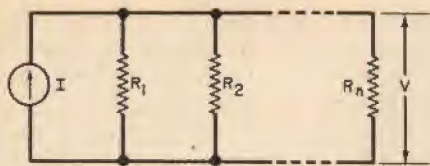

Fig. 13
B) Resistori in parallelo - Consideriamo n resistori collegati in parallelo (fig. 13). Applicando la legge di Kirchhoff per la corrente, abbiamo: $I = V(1/R_1 + 1/R_2 + \dots + 1/R_n) = V(G_1 + G_2 + \dots + G_n) = VGeq$, nella quale $Geq = G_1 + G_2 + \dots + G_n$ è la conduttanza equi-